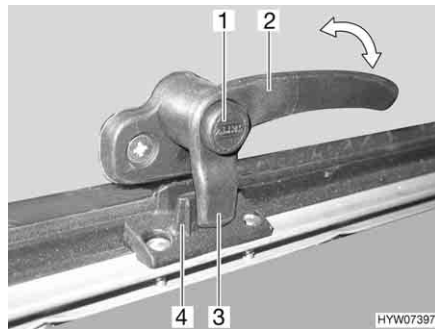
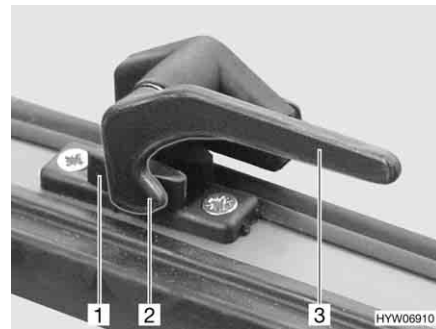

Bild 74 Verriegelungshebel mit Sicherungsknopf in Stellung "geschlossen"
Bild 75 Verriegelungshebel in Stellung "geschlossen"
- Wenn vorhanden, Sicherungsknopf (Bild 74,1) drücken und gedrückt halten.
- Den Verriegelungshebel (Bild 74,2 oder Bild 75,3) eine viertel Umdrehung zur Fenstermitte hin drehen.
- Den Verriegelungshebel (Bild 74,2 oder Bild 75,3) eine viertel Umdrehung zum Fensterrahmen hin drehen. Die Verriegelungsnase (Bild 74,3 oder Bild 75,2) am Verriegelungshebel liegt komplett auf der Innenseite der Fensterverriegelung (Bild 74,4 oder Bild 75,1).
- in Stellung "fest verschlossen" (Bild 74 und Bild 75)